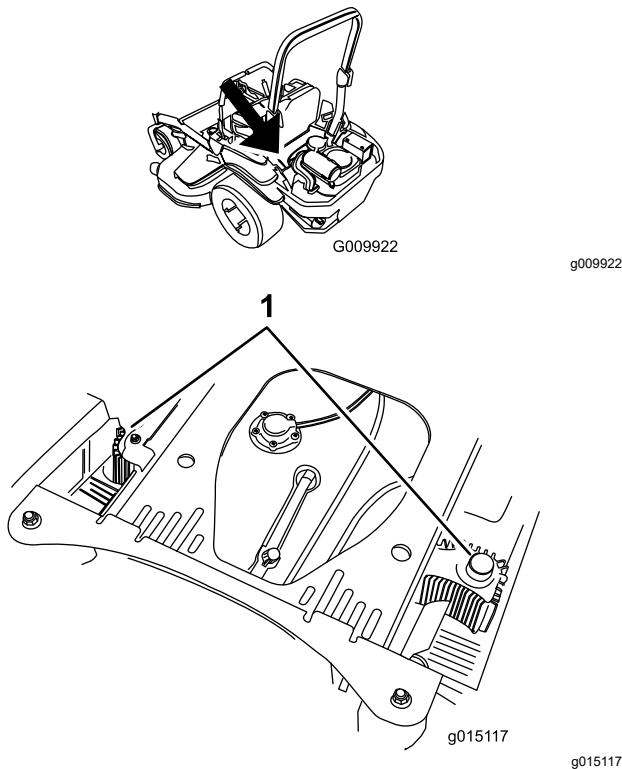

Figura 88
4. Limpie cualquier residuo o hierba de las cubiertas de las unidades hidráulicas (Figura 88).